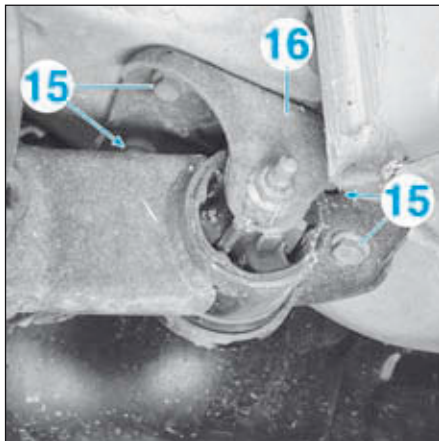

FIG.69
- Déposer, de chaque côté, les vis (15) de la chape (16) (Fig.69).